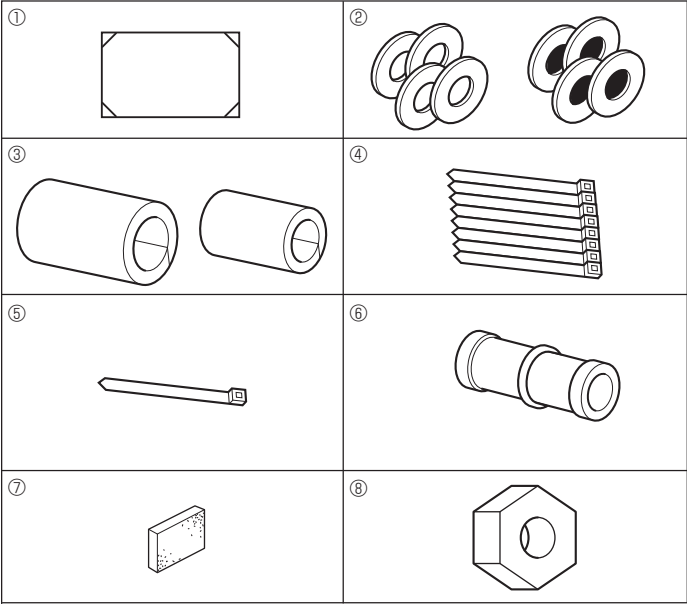

Fig. 3-1
3.1. Ծանոթացե՛ք ներքին բլոկի պարագաներին (Fig. 3-1)